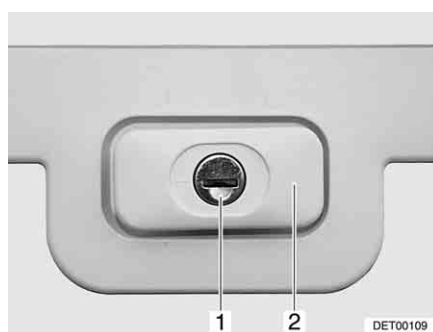

Fig. 35 Cerradura de la trampilla, rectangular, cerrada
- Introducir la llave en el cilindro de cierre (Fig. 35,1) y girarla un cuarto de vuelta. El asidero de la cerradura (Fig. 35,2) se abre de golpe.